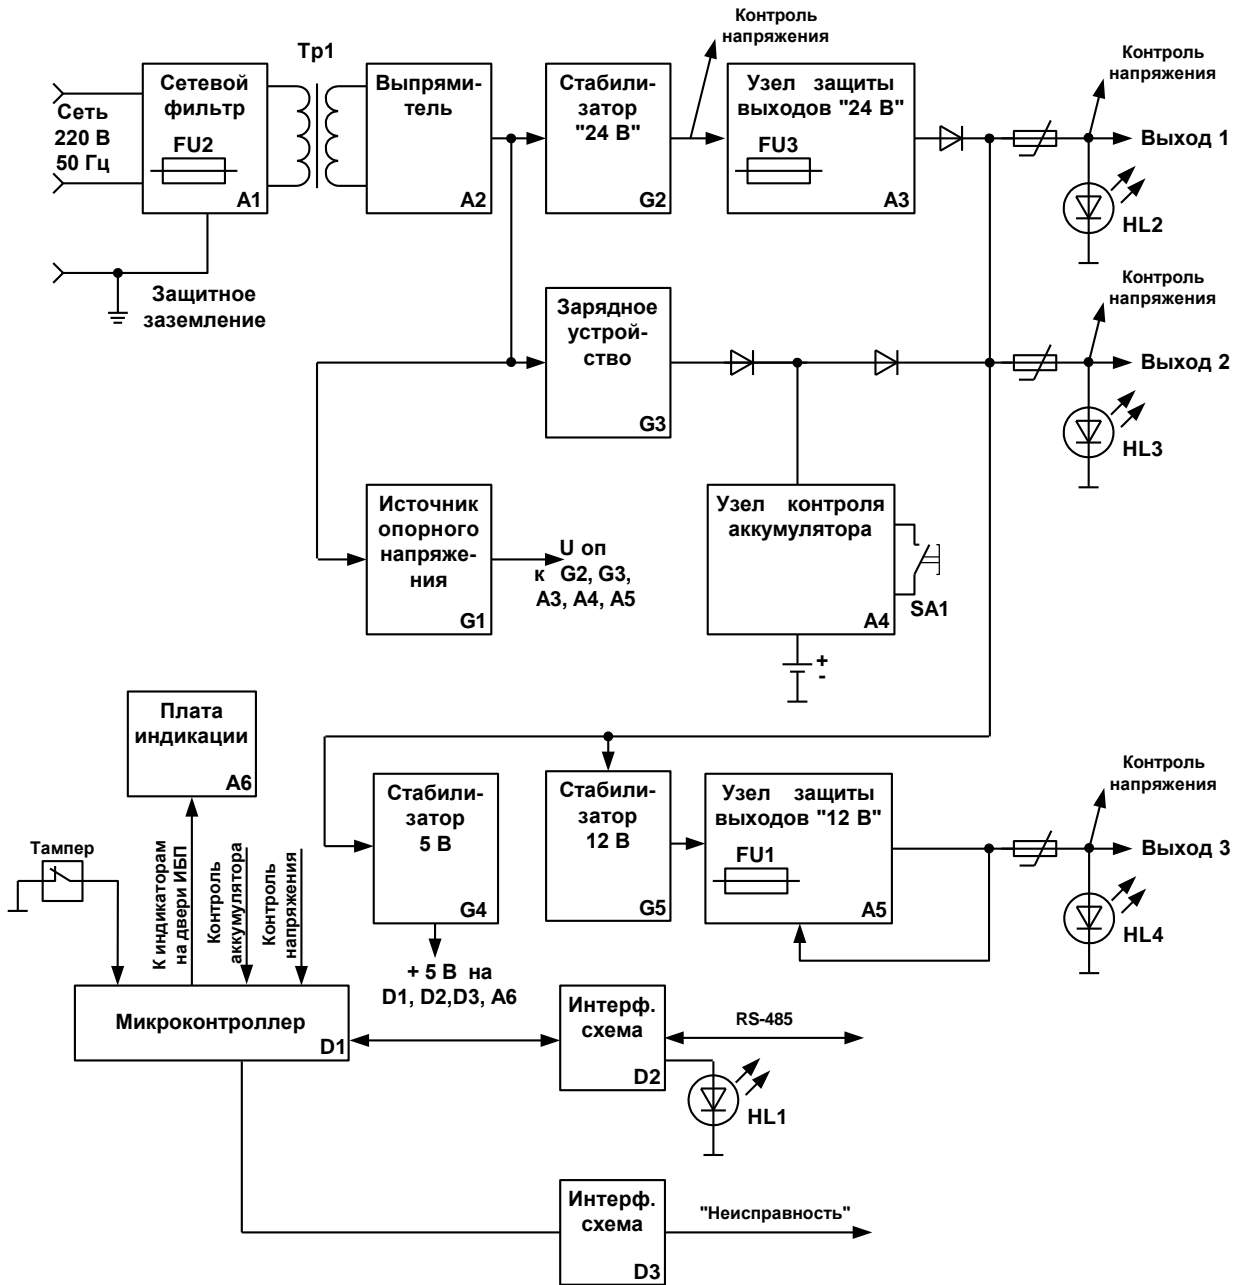

Рис. 1 Электрическая функциональная схема ИБП 1224
5.2. Электрическая функциональная схема ИБП представлена на Рис. 1. В ее состав входят следующие узлы и блоки: